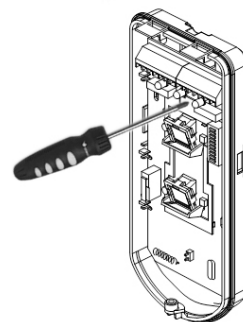

Figura 8: PCB
3. Conecte a base externa ao suporte rotativo usando os botões de pressão apropriados (Figura 8).
9. Para reajustar o Suporte Rotativo Padrão quando o PCB está instalado (Figura 8):
- b. Use uma chave de fenda Philips para soltar o parafuso de fixação (ver Figura 8).